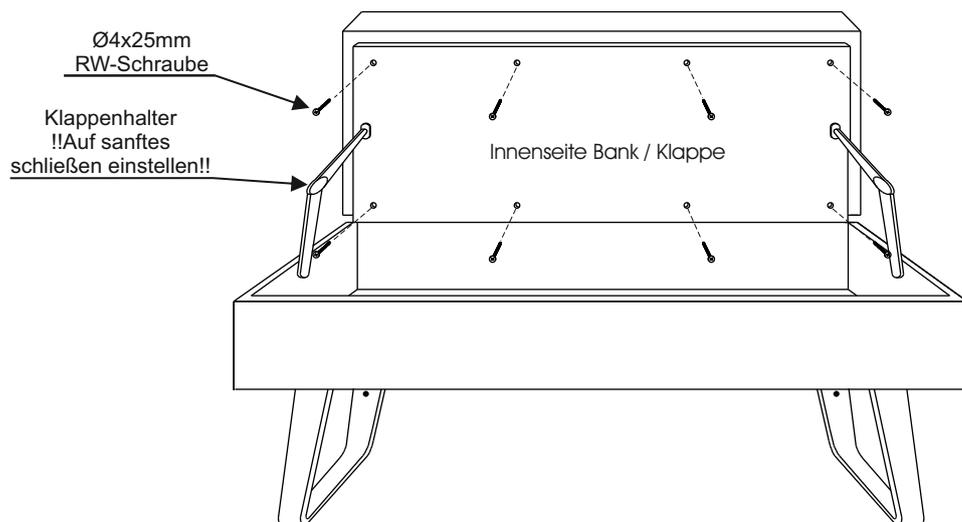

Abb. 3
7. Stellen Sie, durch drehen der Stellschraube am Klappenhalter, diesen so ein, dass die Klappe beim Schließen sanft nach unten fällt. (Abb. 3 / 4)
- Drehen Sie den Sockelgleiter auseinander. (Abb. 2) und stecken das Zapfenteil in die entsprechenden Bohrungen des Unterbodens. Sichern Sie den Gleiter mit je einer $\text{\O}4 \times 13 \text{mm}$ RW-Schraube. Anschließend wird das Gleitelement wieder aufgeschraubt. (Abb. 3)